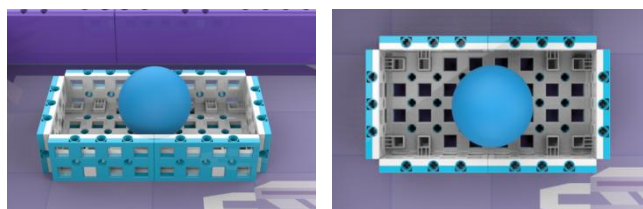

图 11 完成状态示意
(2) 得分标准：机器人将能源模型放置到存放区内，能源模型有部分垂直投影在存放区，且不与场地图有接触，每个成功放置的模型得 20 分，如图 11。
(3) 能源模型不得回到出发基地，否则视为能源模型失效，并由裁判保存到比赛结束。